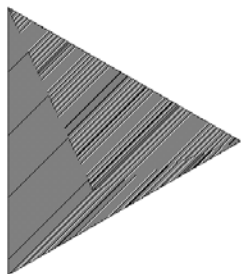

图 15.163 填充三角形
(6) 对其进行图案填充, 选择 JIS_LC_20 为填充图案, 将填充比例定为 1, 如图 15.163 所示。
(7) 在平面图中对三角形进行复制, 并调整他们所在的位置, 然后执行“单行文字”